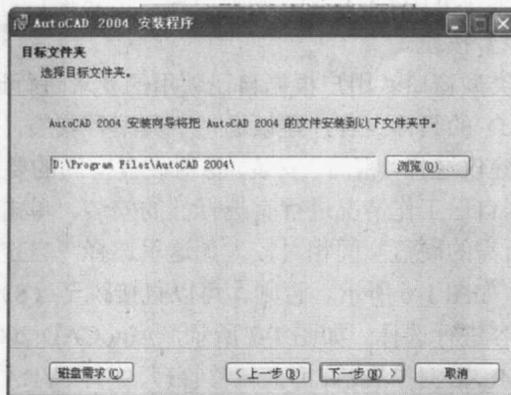

图 1-8 安装 AutoCAD 2004 ——选择安装目录
(8) 弹出目标文件夹目录。如图 1-8 所示，缺省的安装目录是“C:\Program Files\AutoCAD 2004”，如果需要更改，单击【浏览】按钮，进行安装目录的选择。